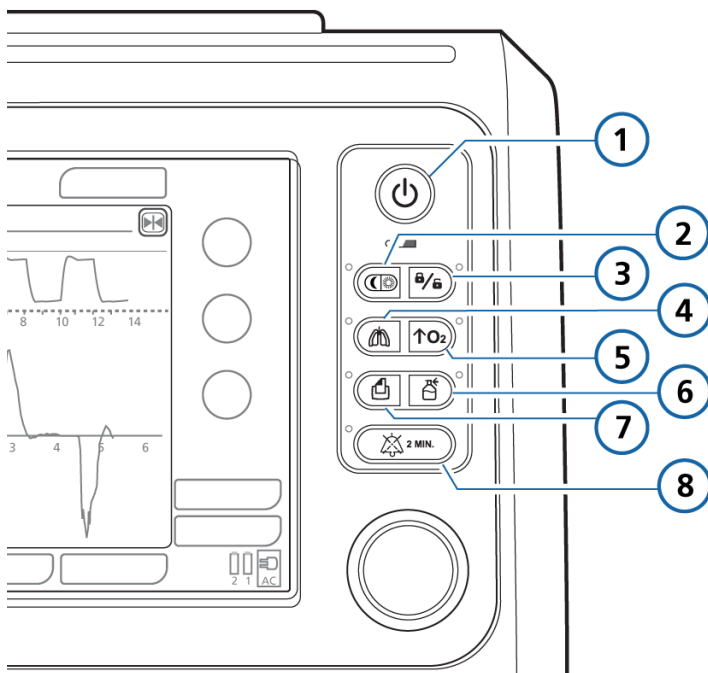

图 9-1. 特殊功能键
- ▶ 呼气过程中按下并放开**手动呼吸**键（图 9-1）。